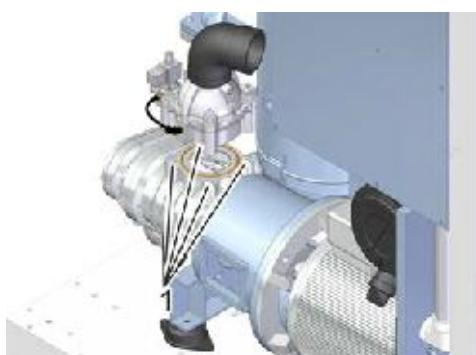

Рис. 29: Крепежный винт регулятора всасывания
1. Отвинтить крепежные винты регулятора всасывания (Рис. 29/1).
4. Снова установить регулятор всасывания и затянуть крепежные винты (Рис. 29/1).